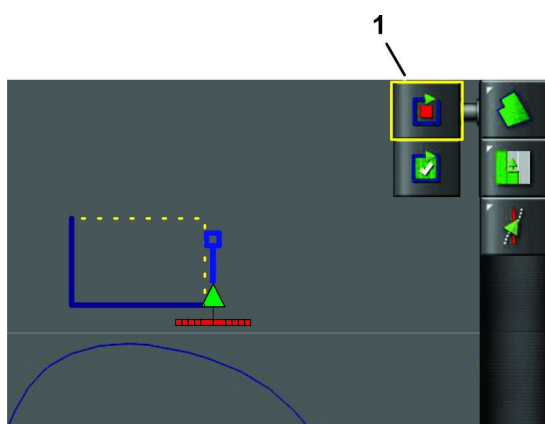

Figura 49
5. Repita os itens 3 e 4 para todos os vértices restantes (Figura 49), exceto o último vértice aberto.